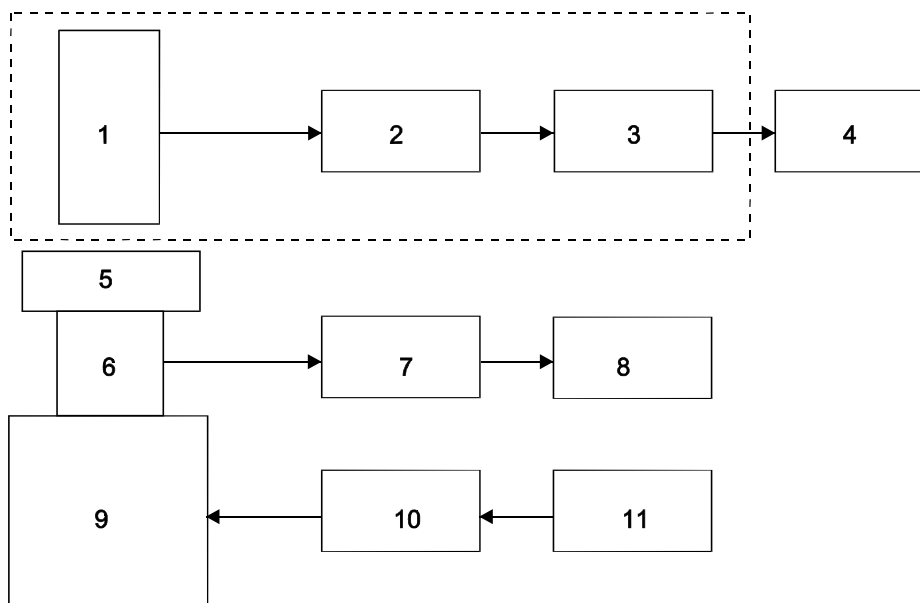

рис.8
6.6.2. Подключить испытуемое и контрольно-измерительное оборудование согласно блок-схемы измерений, приведенной на рис. 8.
Собирают схему измерений, приведенную на рис. 8.
Собирать схему измерений, приведенную на рис. 8.
Собирают схему измерений, приведенную на рис. 8. К нормально разомкнутым контактам релейных выходов предупредительной и аварийной сигнализации блока вторичного подключают омметры (мультиметры в режиме омметра). На поверочной виброустановке на базовой частоте задают значение виброперемещения близкое, но несколько меньшее, чем значение уставок предупредительной сигнализации, а затем плавно увеличивая значение виброперемещения на виброустановке фиксируют момент срабатывания предупредительной сигнализации (замыкание контактов реле) с учетом времени задержки.